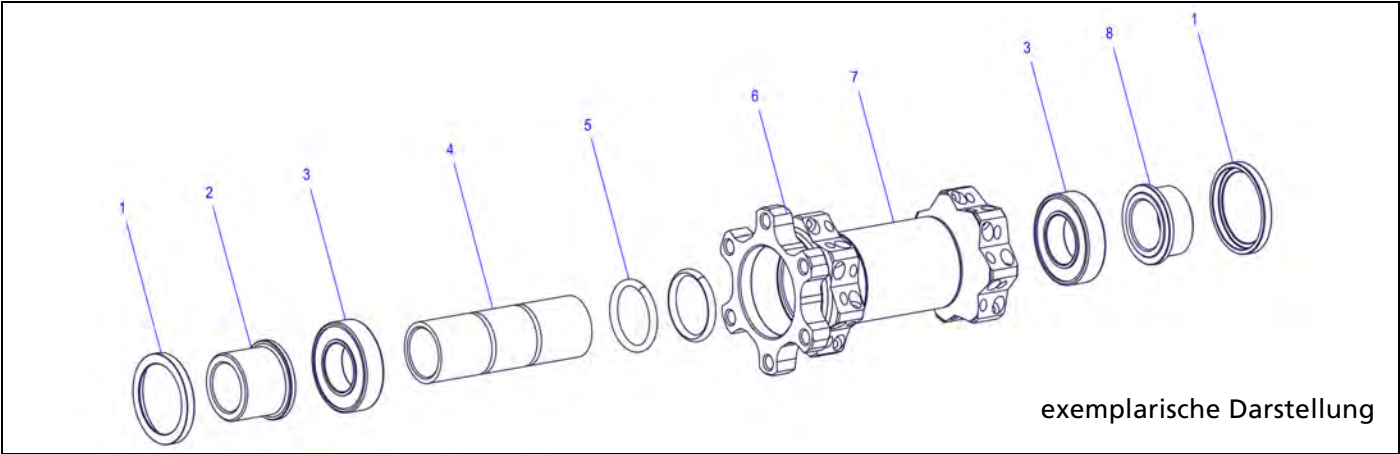

Abbildung 3-1: Übersicht Vorderrad mit aufgepressten Endanschlägen
1. Montagestift des Tools in einen der Endanschläge (Abb.3-1/2 bzw. 8) einstecken.
3. Endanschlag (Abb.3-1/2 bzw. 8) und Abdeckung (Abb.3-1/1) abnehmen.
1. Achse (Abb.3-1/4) leicht beiseite drücken und Kugellager (Abb.3-1/3) gegenüber der Disc-Seite vorsichtig mit einem passenden Durchschlag ausschlagen.
4. Kugellager (Abb.3-1/3) auf der Disc-Seite ausschlagen.
1. Innenfläche des Nabengehäuses (Abb.3-1/6) und insbesondere die Lagersitze mit Universalfett fetten.
2. Neues Kugellager (Abb.3-1/3) mit der farbigen Seite nach aussen auf der Disc-Seite auf den Lager-sitz legen.
8. Achse (Abb.3-1/4) mit O-Ringen (Abb.3-1/5) in die Nabe schieben.
- 9.** Neues Kugellager (Abb.3-1/3) mit der farbigen Seite nach aussen auf den Lagersitz legen.
- 13.** Kugellager (Abb.3-1/3) mit einem Kunststoffhammer einschlagen.
- 14.** Beide Kugellager (Abb.3-1/3) fetten.
1. Linken Endanschlag (Abb.3-1/2) und Abdeckung (Abb.3-1/1) auf die Nabe aufstecken.
2. Tool mit dem kleinen Durchmesser auf den linken Endanschlag (Abb.3-1/2) aufstecken.
4. Abdeckung (Abb.3-1/1) auf das Nabengehäuse aufschlagen.
1. Rechten Endanschlag (Abb.3-1/8) und Abdeckung (Abb.3-1/1) auf die Nabe aufstecken.
2. Tool mit dem grossen Durchmesser auf den rechten Endanschlag (Abb.3-1/8) aufstecken.
4. Abdeckung (Abb.3-1/1) auf das Nabengehäuse (Abb.3-1/6) aufschlagen.